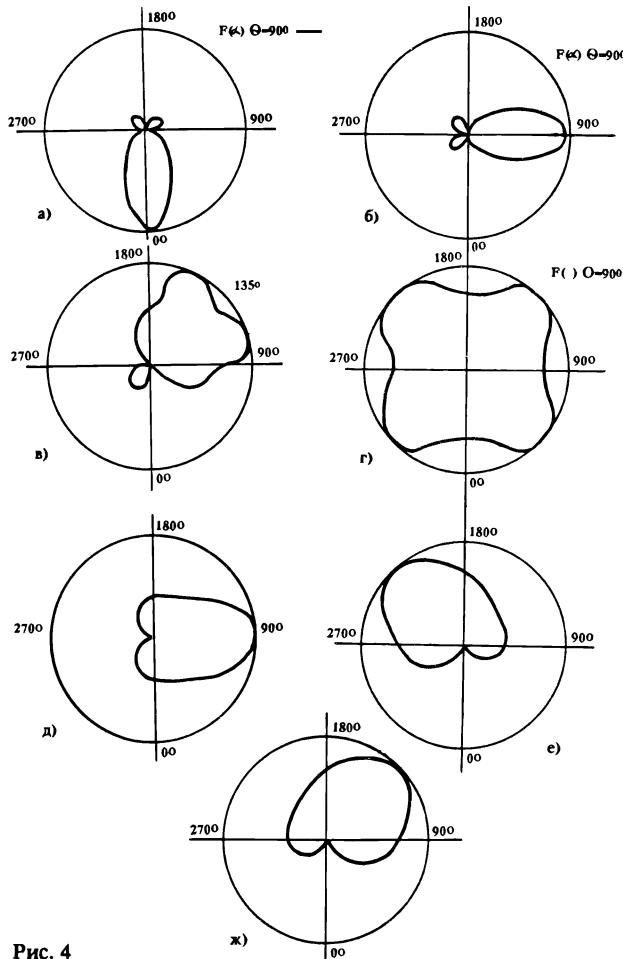

Рис. 4
Длина для каждого угла задержки приведена в таблице, где показаны рабочие фазы запитки ФАР. При синфазной запитке всех вибраторов ДН примет вид рис. 4г, при этом
- а) в углах  $0^\circ, 90^\circ, 180^\circ, 270^\circ$  — как на рис.4а, б, КНД=3,28;
- б) в углах  $45^\circ, 135^\circ, 225^\circ, 315^\circ$  — как на рис.4 в, КНД=4.